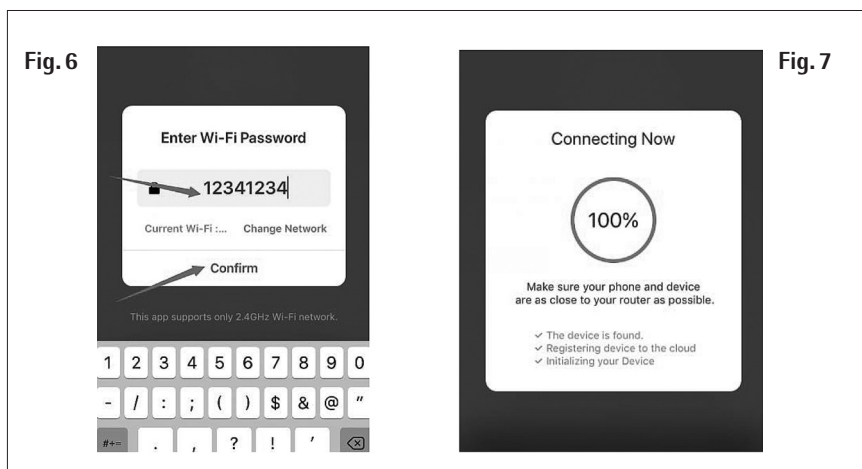

Fig. 1
4. Accendere il pannello di riscaldamento e assicurarsi di essere in un ambiente con connessione WiFi. La spia sul display del dispositivo lampeggia rapidamente. Se la spia non lampeggia velocemente, premere il tasto Mode **||** per 5 secondi, viene emesso un segnale acustico, quindi entrare nell'app e premere "add device" come mostrato in Fig. 1.